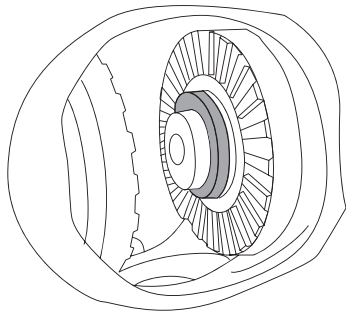

Рис. 3
3. Установите стопор полуоси (рис. 3).